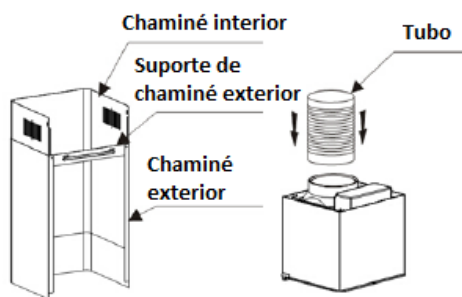

Fig. 11
- Fixe a estribo plana à parte de trás da chaminé inferior (fig. 11).